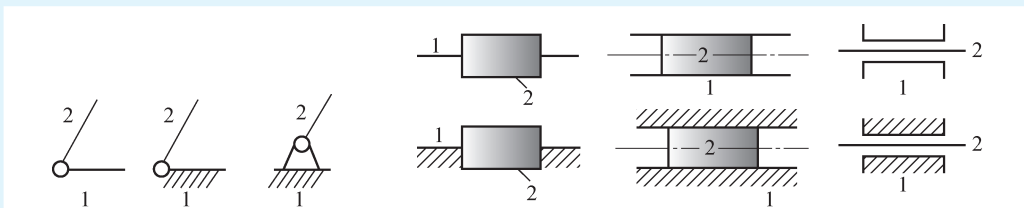
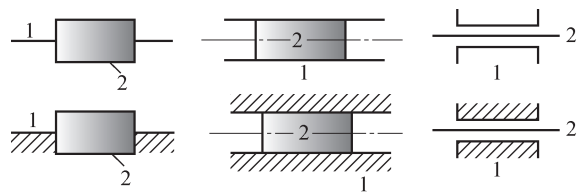

图 1-26 转动副的表示方法
图 1-27 移动副的表示方法
(2) 运动副的表示方法。两个构件组成的转动副和移动副的表示方法分别如图 1-26、图 1-27 所示。若两构件之一为机架，则在机架上画上斜线。